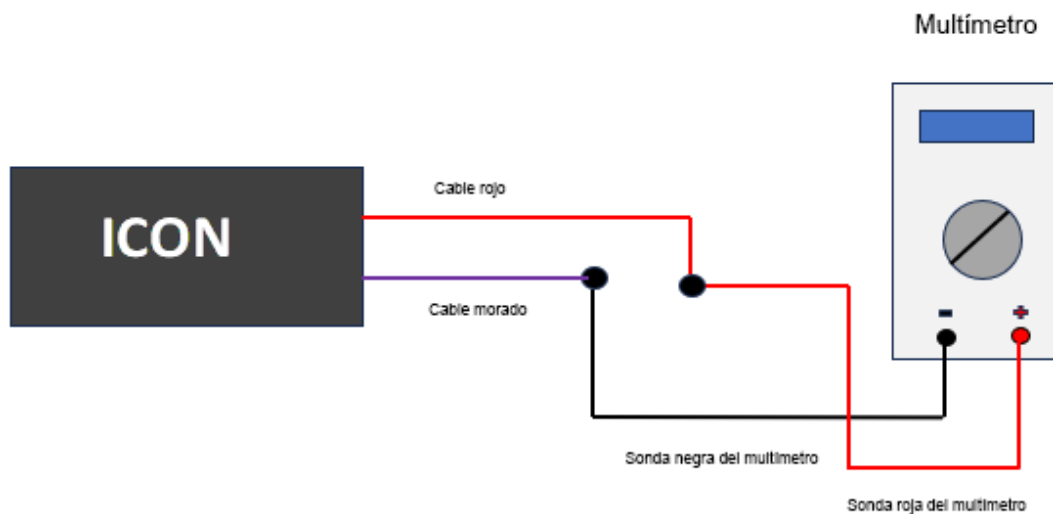

Fig.3 Diagrama de conexión
2. Monte el circuito de conexión de acuerdo con la «Fig. 3 Diagrama de conexión».